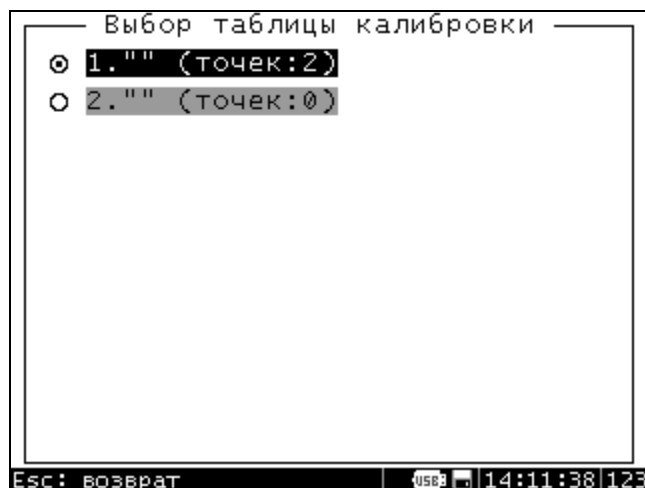
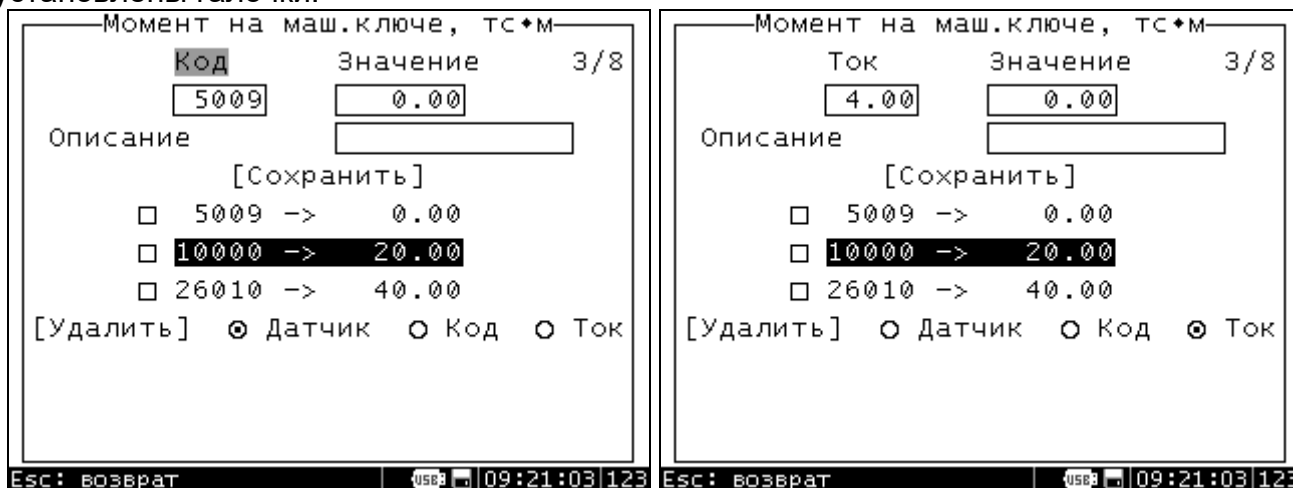

Рис. 13. Выбор таблицы калибровки.
Рис.14. Таблица калибровки.
- "Таблица". Вход в этот пункт открывает список созданных таблиц калибровки (рис.13). Здесь необходимо выбрать одну из созданных таблиц. Незаполненные таблицы выделены серым.
- "Калибровка". Вход в этот пункт позволяет создать новую таблицу калибровки параметра или изменить ранее созданную (рис. 14). Вход в этот пункт открывает список таблиц калибровки (аналогично рис.13). Таблица состоит из набора точек, каждая точка представляет собой пару полей: